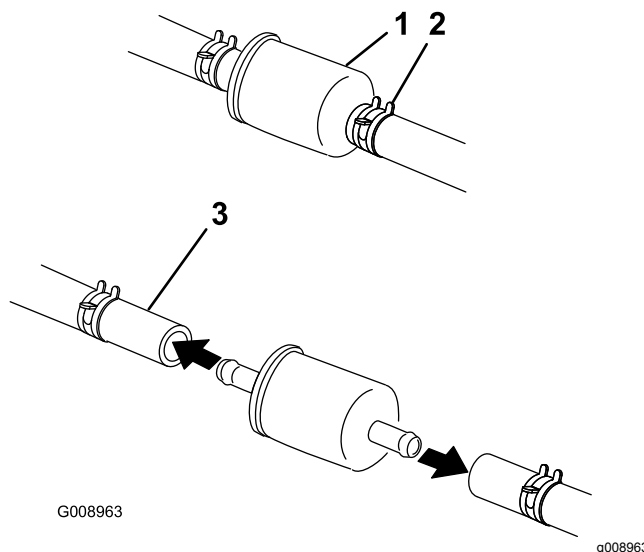

Figura 60
5. Apriete los extremos de las abrazaderas y deslícelas por el tubo alejándolas del filtro (Figura 60).
7. Instale un filtro nuevo y acerque las abrazaderas al filtro (Figura 60).